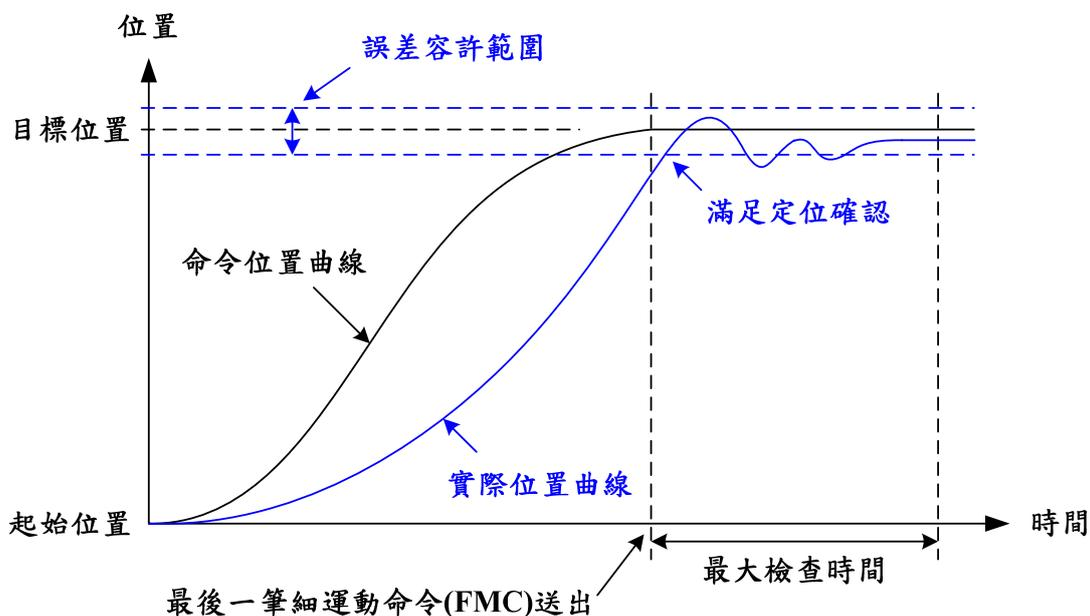

Figure 2.7.2 IPM\_ONETIME\_BLOCK 模式定位成功示意圖
當 Group 中各軸的位置誤差皆小於或等於定位誤差容許範圍(可以利用 `MCC_SetInPosToleranceEx()` 設定之，單位為 UU)，即滿足此模式定位條件(參考 Figure 2.7.2)。
2. 系統一旦判定定位確認成功，則不再進行定位確認判斷(表示會保持在定位成功的狀態，即使實際位置又離開定位容許範圍，參考 Figure 2.7.2)，直到有新的運動命令下達。